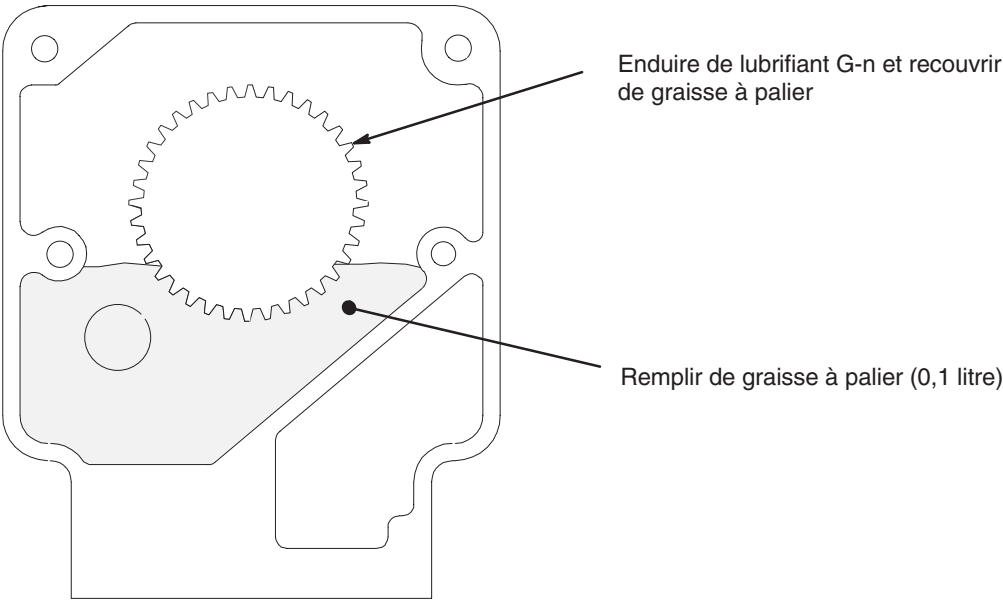

Fig. 9
9. Mettre d'abord la grande rondelle (5), puis la petite (3) sur le vilebrequin (8).
10. Introduire le vilebrequin dans le palier du carter de transmission (6) et dans la bielle (10).
11. En cas de changement de l'ensemble du carter d'entraînement (6), brosser chaque dent des roues pour enlever le lubrifiant G-n (fourni). Enduire ensuite la denture des roues de graisse à palier (fournie). Mettre le surplus de graisse dans le fond du carter d'entraînement. Utiliser 0,1 litre de graisse. Voir Fig. 9.
12. Mettre le réducteur (19) en place.
13. Mettre un nouveau joint (64).